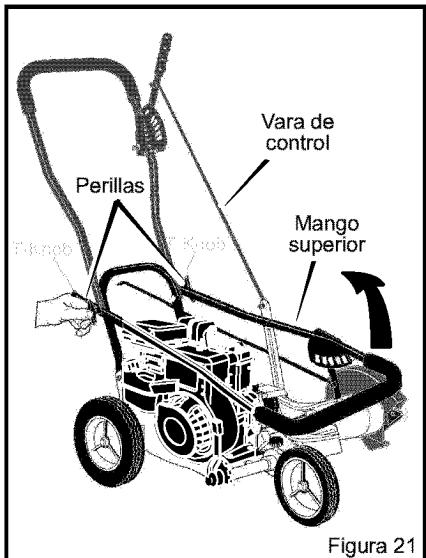

Figura 21
1. Afloje las **perillas** y levante el mango superior a la posición vertical. Ver la Figura 21. Deje que la **vara de control** cuelgue libremente.
2. Apriete las **perillas**. Asegúre que las **perillas** queden por el lado de afuera de los mangos, como se muestra en la Figura 21.